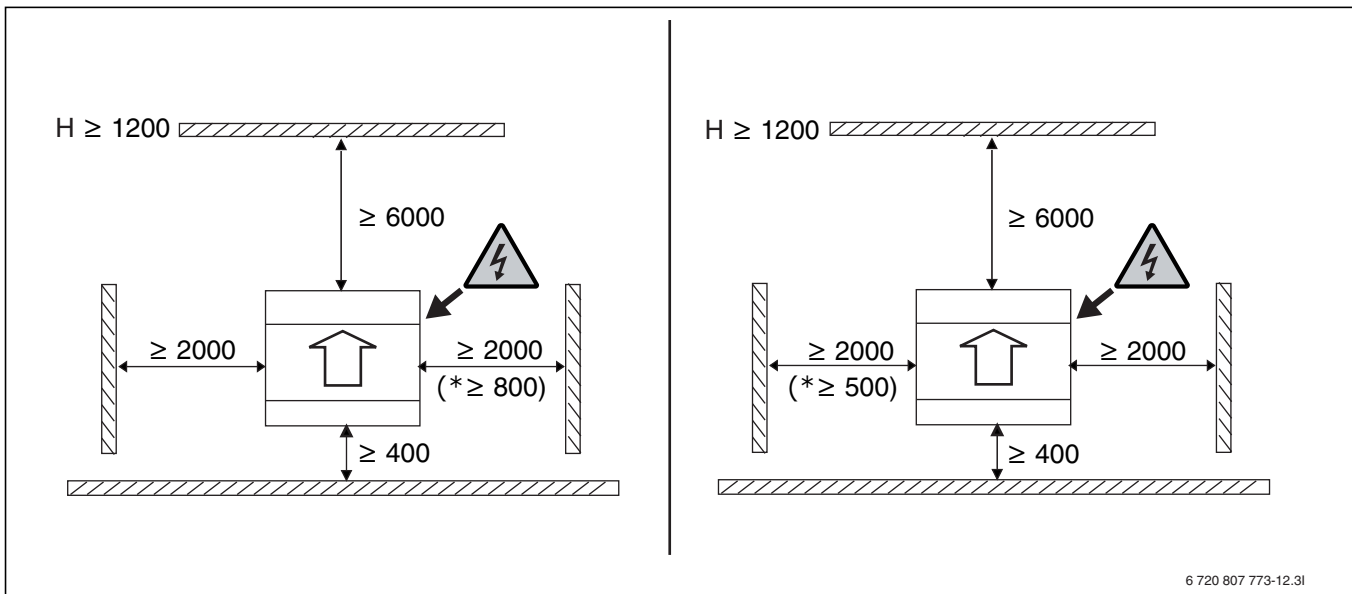

Bild 12 Minimiavstånd värmepump - omgivning (mm)
- Värmepumpen ska stå fritt så att luftflödet inte hindras att passera genom förångaren (→ Bild 12).